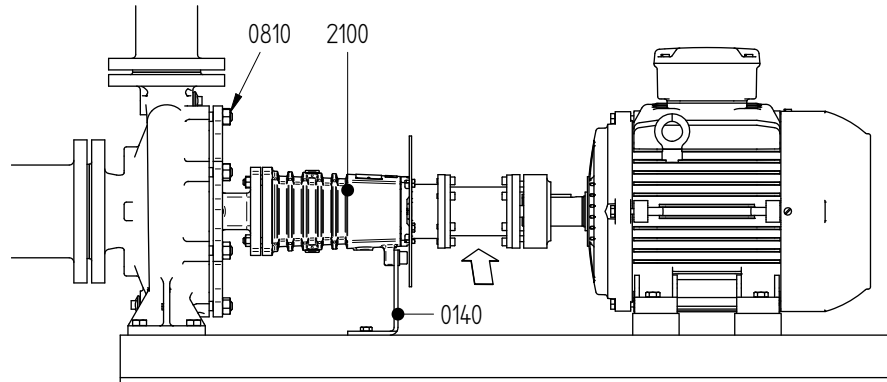

Figure7: Principe du système Back-Pull-Out.
- 2 Desserrez la béquille (0140) de la plaque de base, voir figure 7.